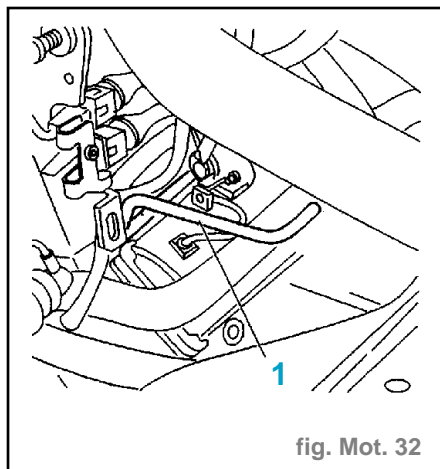

fig. Mot. 32
- Piger le volant-moteur (fig. Mot. 32).
- Piger le volant-moteur à l'aide de la pige (1) (fig. Mot. 32).
- Déposer l'outil (1) (fig. Mot. 32).
- S'assurer du calage correct de la pompe en reposant la pigne de vilebrequin (1) (fig. Mot. 32).